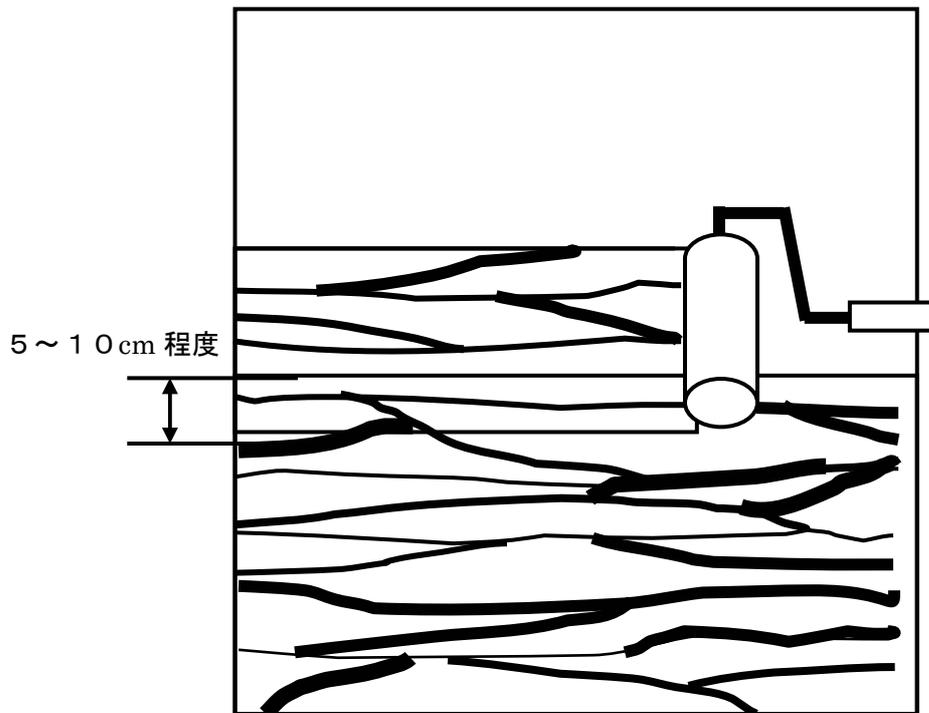

図3
- ・配り塗りしたジョリパットが乾燥しないうちに、JR-186を横方向に転がしパターン付けを行う(図3)。